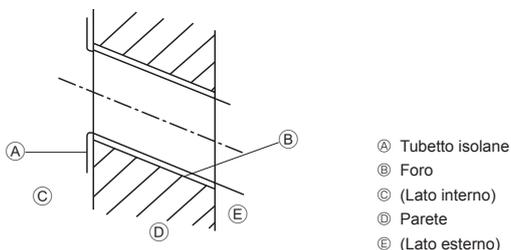

Fig. 3-4
- Ⓐ Piastra di montaggio ①
3.2.2. Fori della tubazione (Fig. 3-4)